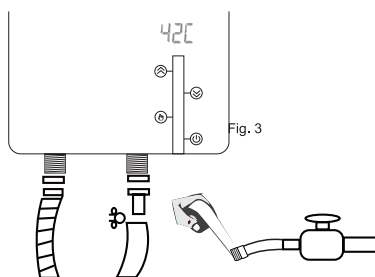

Fig. 3
- Se recomienda utilizar cinta de teflón para sellar todas las conexiones de gas y agua, de esta manera se asegura una instalación correcta y se previenen posibles fugas (Fig.3).